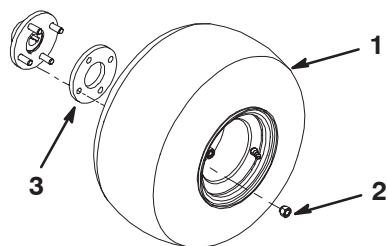

Bild 2
2. Montieren Sie ein Rad mit 4 Radmuttern an jeder Nabe (Bild 2). Ziehen Sie die Muttern mit 61 bis 75 Nm an.